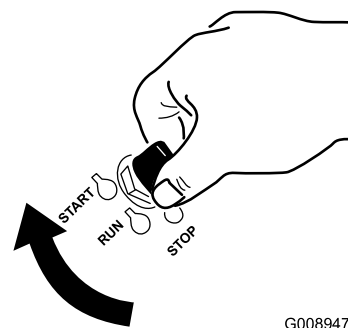

Figure 14
1. Tournez la clé de contact à la position de démarrage (Figure 14). Relâchez la clé quand le moteur démarre.
7. Tournez la clé de contact à la position de démarrage (Figure 14). Relâchez la clé quand le moteur démarre.